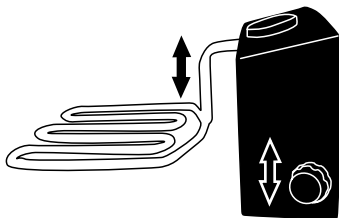

Fig.8
- Ajustar la altura del conjunto eléctrico mediante el mando de regulación de la altura de la resistencia (Fig.8) de acuerdo con la cantidad de alimento que se va a freír de manera que el aceite lo cubra totalmente. El aceite que quede por encima de la resistencia calefactora es el que realmente se va a calentar